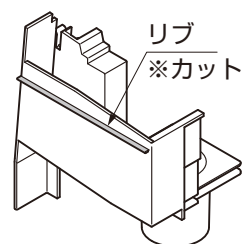

図4-10
- 入隅仕様の場合、入隅側に取付ける桁キャップのリブをカットしてください。(図4-10参照)